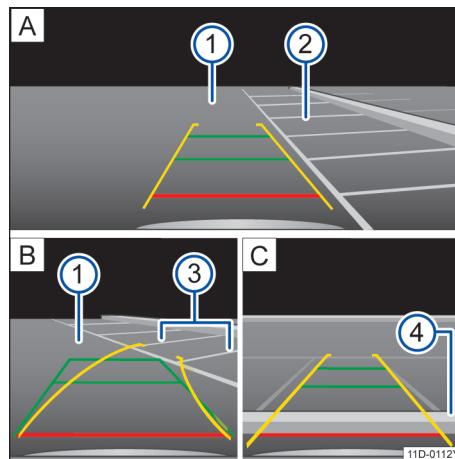

图 126 信息娱乐系统的屏幕显示：使用倒车摄像头泊车
- 将车辆驶到停车位前方→图 126 A ②。
- 转向，使黄色辅助线与目标车位边界对齐。绿线和黄线必须与侧面边界线→图 126 B ③ 重合。
- 当红色辅助线到达车位后方边界→图 126 C ④ 时，停车。